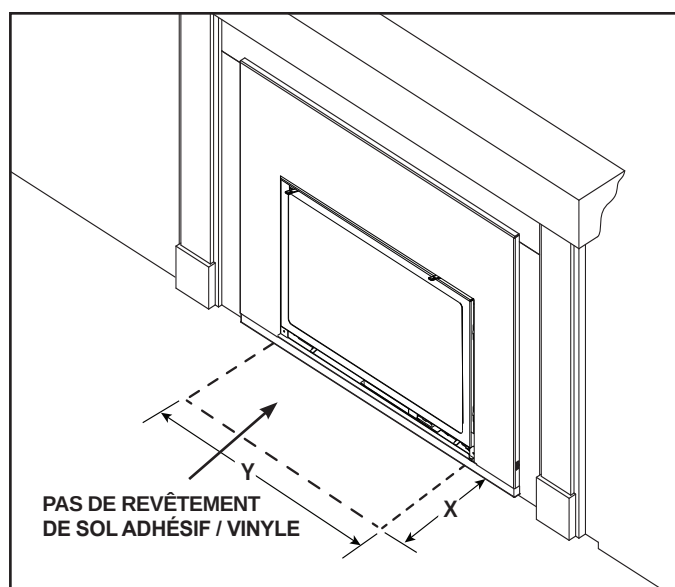

Figure 8.6 Âtre - Exception sur les matériaux inflammables
- Le plancher inflammable peut être situé devant l'appareil. Exception - pas de revêtement de sol adhésif / vinyle. Voir la figure 8.6. Reportez-vous à la section 3.E pour plus d'informations sur les revêtements de sol en vinyle.